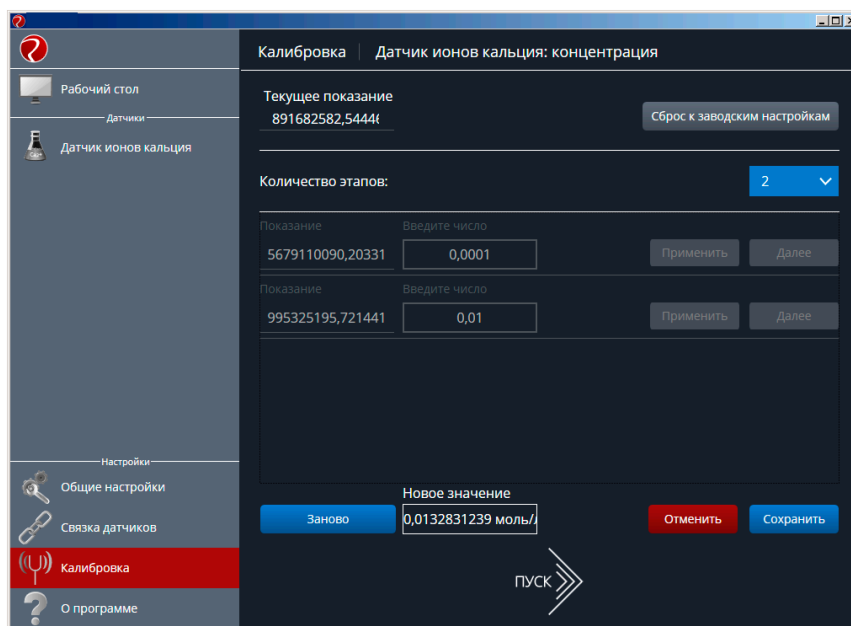

Рисунок 7 – Сохранение результатов калибровки
- 12) После нажатия кнопки «Далее» на последнем этапе калибровки в поле «Новое значение» появится откалиброванное значение концентрации текущего раствора. Если значение удовлетворяет требованиям к точности для производимого эксперимента, нажать кнопку «Сохранить», в обратном случае – повторить процедуру калибровки, нажав кнопку «Заново» (рис. 7). **Внимание!!! Необходимо помнить, что после нажатия кнопки «Сохранить», происходит безвозвратное изменение калибровочных коэффициентов датчика! Неквалифицированное выполнение процедуры калибровки может привести к потере точности используемого датчика. В случае возникновения ошибок при калибровке датчика, необходимо выполнить сброс калибровочных коэффициентов, нажав кнопку «Сброс к заводским настройкам», и повторно произвести процедуру калибровки.**